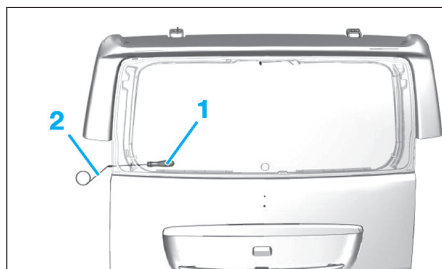

FIG. 16
- Passer l'alène (1) au travers du cordon d'adhésif joint, de l'intérieur vers l'extérieur (Fig.16)
- Accrocher le fil tranchant (2) à l'alène.